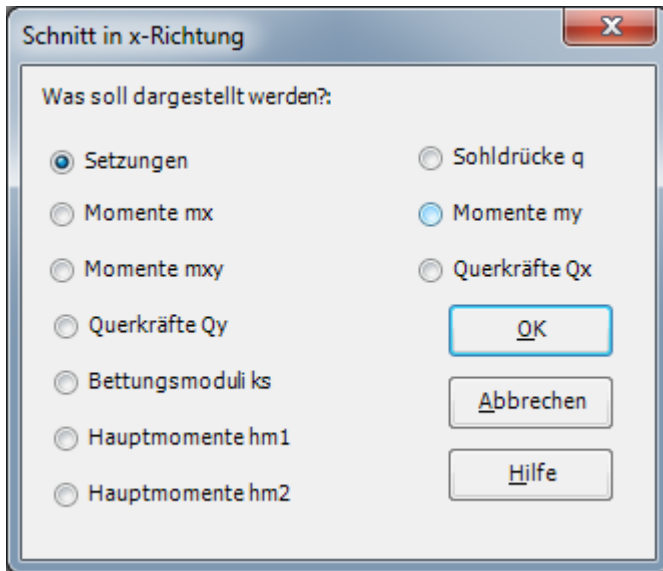

Bild 3.47 Optionsfeld "Schnitt in x -Richtung"
- Wählen Sie "Schnitt in x -Richtung" aus dem Menü "Schnitte". Das folgende Optionsfeld im Bild 3.47 erscheint